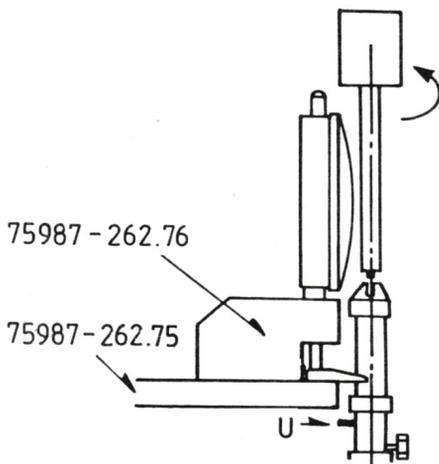
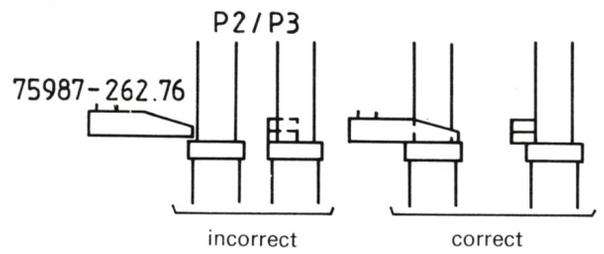

Fig. 25
Fig. 26
- Régler la hauteur des guides-bande P2, P3 de façon à ce que le bord inférieur du guide soit placé sous le bord supérieur du gabarit (Fig.25)
- Placer le comparateur comme indiqué sur la fig.25. Déplacer (visser) le guide-bande jusqu'à ce que le bord inférieur de celui-ci effleure le palpeur (Fig.26)